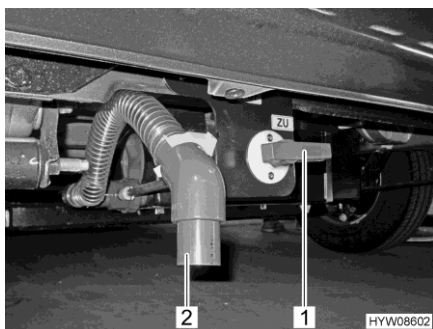

Fig. 72 Leva di comando e tubo di scarico (serbatoio delle acque grigie)
La leva di comando (Fig. 72,1) per lo scarico delle acque grigie è montata accanto al tubo di gomma per lo scarico (Fig. 72,2) sulla parte posteriore del veicolo.
- Staccare il tubo di gomma per lo scarico (Fig. 72,2) dal supporto.
- Aprire il rubinetto di scarico. A questo scopo ruotare la leva di comando (Fig. 72,1) del rubinetto di scarico in senso orario di un quarto di giro. Le acque grigie vengono scaricate.
- Dopo la completa fuoriuscita delle acque grigie, richiudere il rubinetto di scarico. A questo scopo ruotare la leva di comando (Fig. 72,1) del rubinetto di scarico in senso antiorario di un quarto di giro.